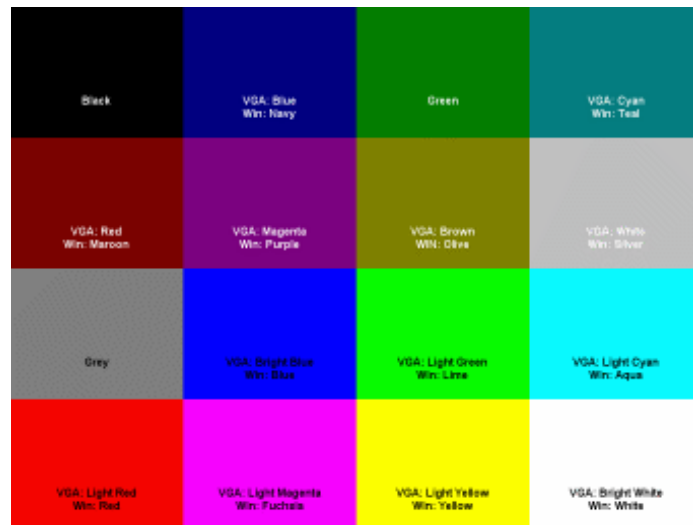

图 4.51
(1) Colour: 颜色，以三原色和 1670 千万种的色阶画面考察色彩的表现力、色彩均匀性、亮度和对比度，如图 4.51 所示。